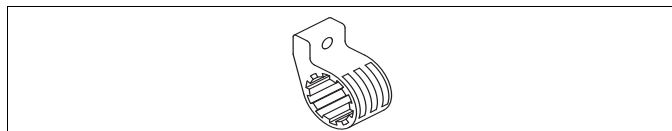

Fig. 23 Sospensione elastica della pompa combustibile
*: in funzione della dotazione standard, impiegare la sospensione elastica della pompa combustibile (riduce la trasmissione di rumori dello scafo/ticchettio)! V. Fig. 23. Versione B: posizione pompa combustibile 0-180°, membrana 0-90°